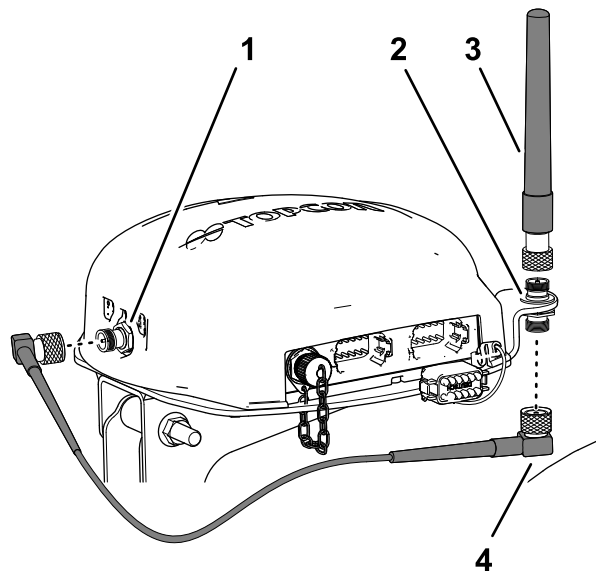

Рисунок 160
- Подсоедините антенну RTK к верхнему фитингу коаксиального разъема и затяните рифленую гайку на антенне от руки (Рисунок 160).
- Подсоедините, не затягивая, кабель антенны к нижнему фитингу коаксиального разъема (Рисунок 160).
разъему сотового модема CDMA или GSM (Рисунок 160).
6. Подсоедините кабель антенны к коаксиальному разъему сотового модема CDMA или GSM (Рисунок 160).